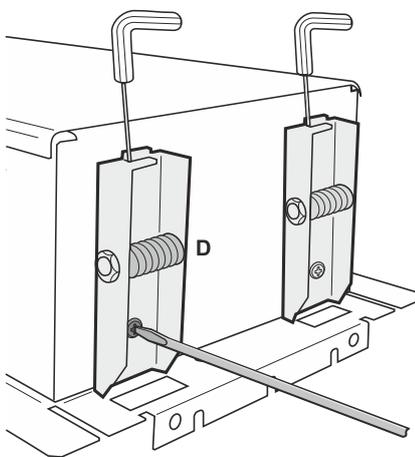

Fig. 3
- Fissare saldamente ai lati della scatola le staffe con molle (D) utilizzando le apposite viti e rondelle fornite in dotazione (fig. 3);
- Fix the brackets with springs (D) firmly to the sides of the box, using the screws and washers provided for this purpose (Fig. 3);
- Fixer fermement sur les côtés du boîtier les étriers à ressort (D) en utilisant les vis et rondelles fournies (fig. 3) ;
- Die Bügel mit den Federn (D) fest mithilfe der entsprechenden beiliegenden Schrauben und Unterlegscheiben an den Seiten des Kastens befestigen (Abb. 3);